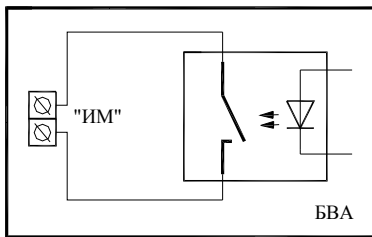

Рис.4.
3.1.3.1 Выход типа оптореле (рис. 4.) –